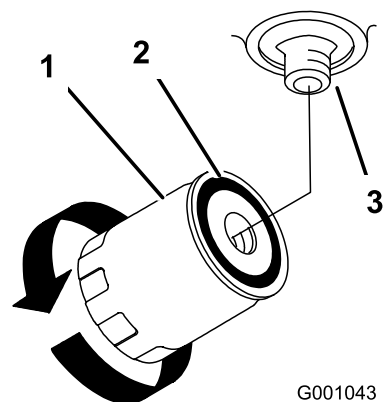

Figura 48
9. Quando il filtro idraulico è pieno, giratelo in senso orario finché la guarnizione di gomma non tocca l'adattatore, quindi serrate il filtro di un ulteriore 1/2 giro (Figura 48).